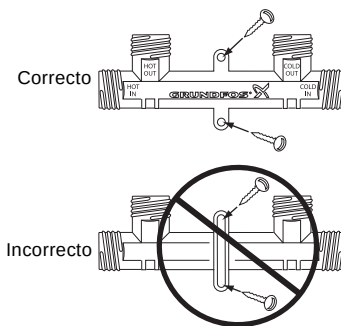

Fig. 6 Instalación correcta de la válvula de derivación
8. Si así lo desea, puede instalar la válvula de derivación en la pared con los tornillos incluidos; el soporte de instalación con dos orificios debe quedar al nivel de la pared. Consulte la fig. 6.